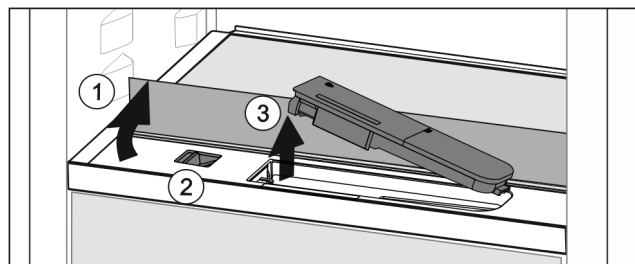

Fig. 51
- Løft glassplaten og vipp opp til anslag bakover Fig. 51 (1).
- Skyv skyveren Fig. 51 (2) til venstre.
- Ta ut vanntanken Fig. 51 (3).